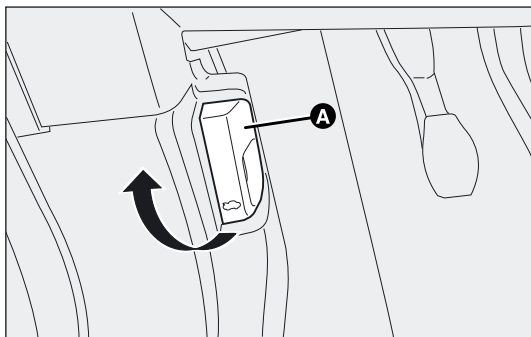

fig. 93
- ☐ trek de hendel A-fig. 93 in de richting van de pijl;